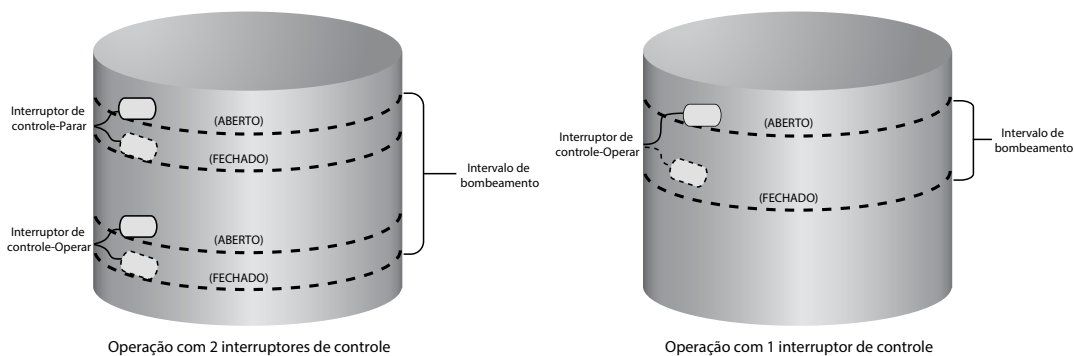

Figura 8: Operações do interruptor de controle
2. Conecte os cabos do interruptor de controle “RUN” (OPERAR) ao bloco de terminais rotulado “RUN” (OPERAR) (Figura 8).
O controlador Photon™ foi projetado para operar com até dois interruptores de controle. Quando os dois interruptores estão instalados, o controlador começa a bombear e aguarda até que ambos os interruptores indiquem “OPEN” (ABERTO) para desligar. Depois de desligar, o controlador aguarda novamente até que ambos os interruptores indiquem “CLOSED” (FECHADO). Um exemplo de aplicação (Figura 8) é usar interruptores de nível separados para indicar níveis de água altos e baixos. Ao usar 2 entradas de interruptor, remova o *jumper* localizado logo atrás dessas entradas.
Outra opção é configurar o controlador Photon™ para controlar o nível de água usando um único interruptor de entrada. Depois de ser devidamente configurado para uma única entrada ativa com um interruptor de controle instalado, o controlador começa a bombear e aguarda até que o interruptor ativo indique “OPEN” (ABERTO) para desligar. Depois de desligar, o controlador aguarda novamente até que o interruptor indique “CLOSED” (FECHADO). Um exemplo de aplicação (Figura 8) é usar um interruptor de nível de contato único que mantém o tanque de armazenamento o mais cheio possível sem transbordar. Para controle com um único interruptor de nível, use apenas as conexões de terminal “RUN” (OPERAR). Mantenha o *jumper* em seu local, logo atrás dessas entradas de interruptor.